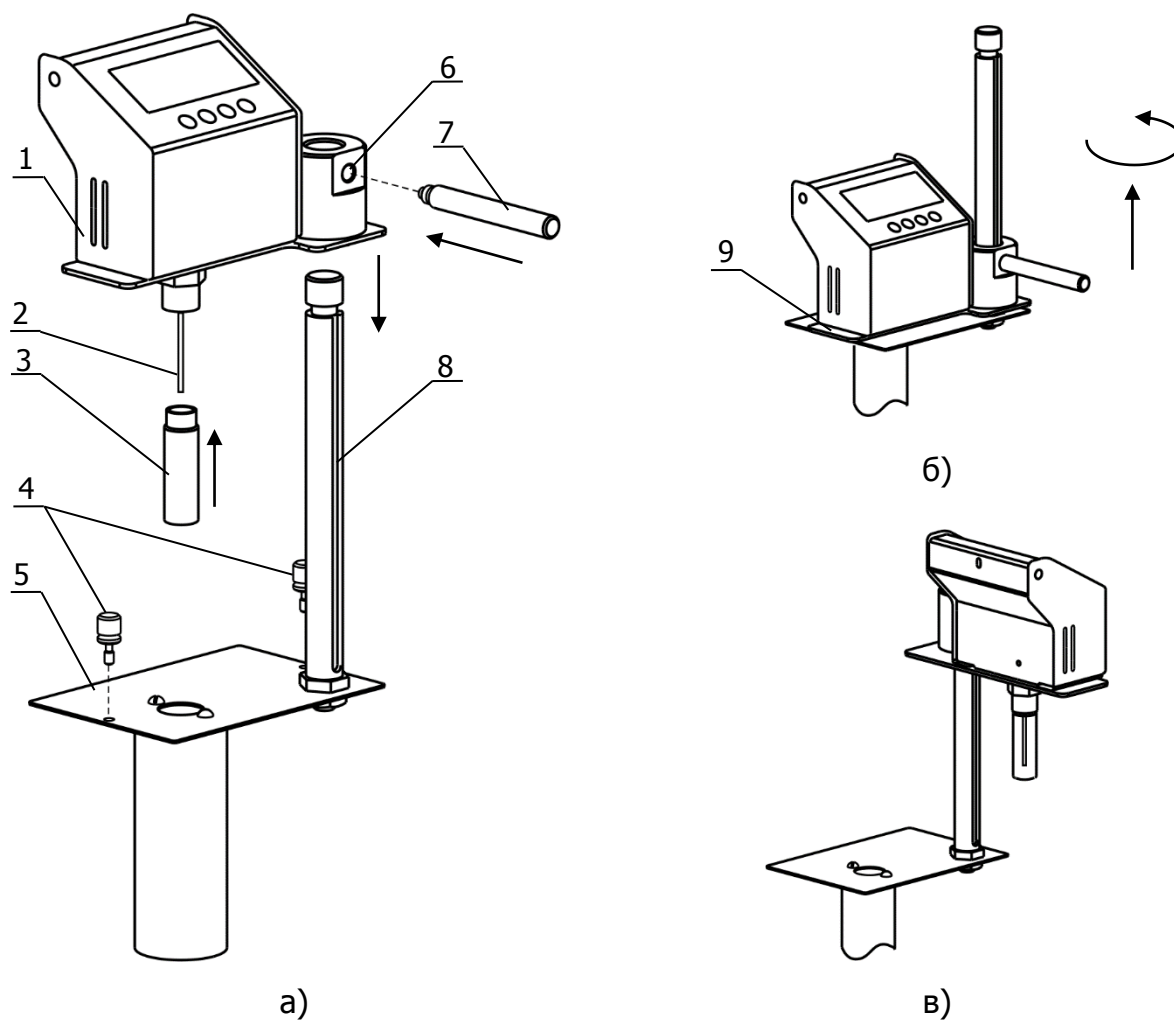

Рисунок 2 — Подготовка установки к работе
- основание 5 (рисунок 2а) установить в ванну криостата и закрепить его винтовыми фиксаторами 4;
2.2.4 Перевести электронный блок из нижнего положения (рисунок 2б) в верхнее (рисунок 2в). Для этого, используя рукоятку 7, поднять электронный блок вверх до упора и повернуть вправо на 90° до фиксации его положения. Для облегчения подъема, придерживать свободной рукой электронный блок за выступ 9. Для перевода электронного блока в нижнее положение выполнить указанные действия в обратном порядке.
2.8.1 Снять защитную вилу 3 (рисунок 2а) и установить на ее место вилу с растворителем.
2.8.2 Перевести электронный блок в нижнее положение, повернув его за рукоятку 7 (рисунок 2а) влево на 90° и опустив вниз до упора.
2.8.5 Перевести электронный блок в верхнее положение, подняв его вверх и повернув рукоятку 7 (рисунок 2а) вправо на 90° до фиксации.
2.9.1 Снять защитную виалу 3 (рисунок 2а) и установить на ее место виалу с раствором.
2.9.2 Перевести электронный блок в нижнее положение, повернув его за рукоятку 7 (рисунок 2а) влево на 90° и опустив вниз до упора.
2.9.5 Перевести электронный блок в верхнее положение, подняв его вверх и повернув рукоятку 7 (рисунок 2а) вправо на 90° до фиксации.